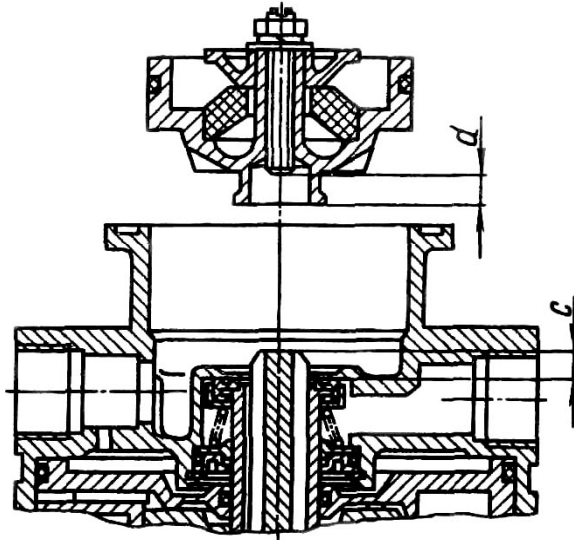

Рис.97. Установка верхнего поршня тормозного крана
3. При установке верхнего поршня замерьте расстояние C (рис.97) – выступание хвостовика малого поршня над клапаном. С помощью регулировочного винта на верхнем поршне установите расстояние $d = (c + 0,8)$ мм.